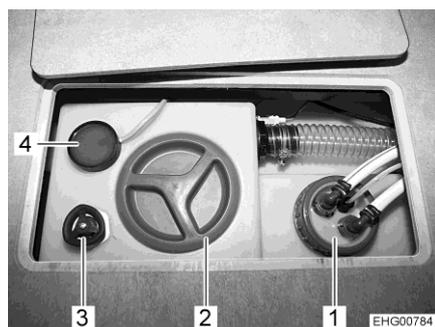

Fig. 129 Maniglia girevole per scarico acqua
- Ruotare la maniglia girevole (Fig. 129,3) sul serbatoio dell'acqua in senso antiorario fino all'arresto.
- Ruotare la maniglia girevole (Fig. 129,3) sul serbatoio dell'acqua in senso orario fino all'arresto.